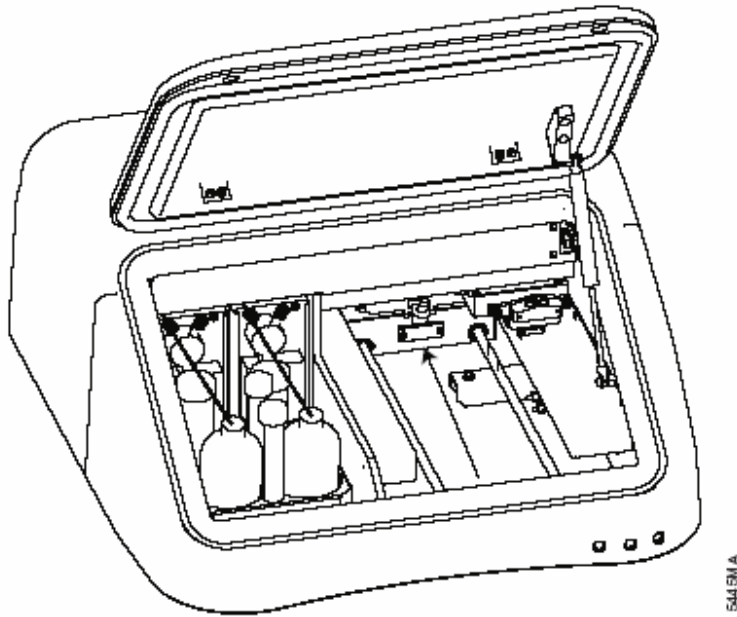

Abbildung 17. Schieben Sie den Schlitten aus der Ausgangsposition nach hinten in das Luminometer.
2. Schieben Sie den Schlitten aus der Ausgangsposition nach hinten in das Luminometer (Abb.17).
3. Schieben Sie den Probenschlitten nach hinten in das Luminometer, wobei die beiden Führungsschienen aus Stahl freigelegt werden, auf denen der Probenschlitten gleitet (Abb. 17). Benutzen Sie ein Laborwischtuch und 70% Ethanol, um die Führungsschienen zu reinigen.